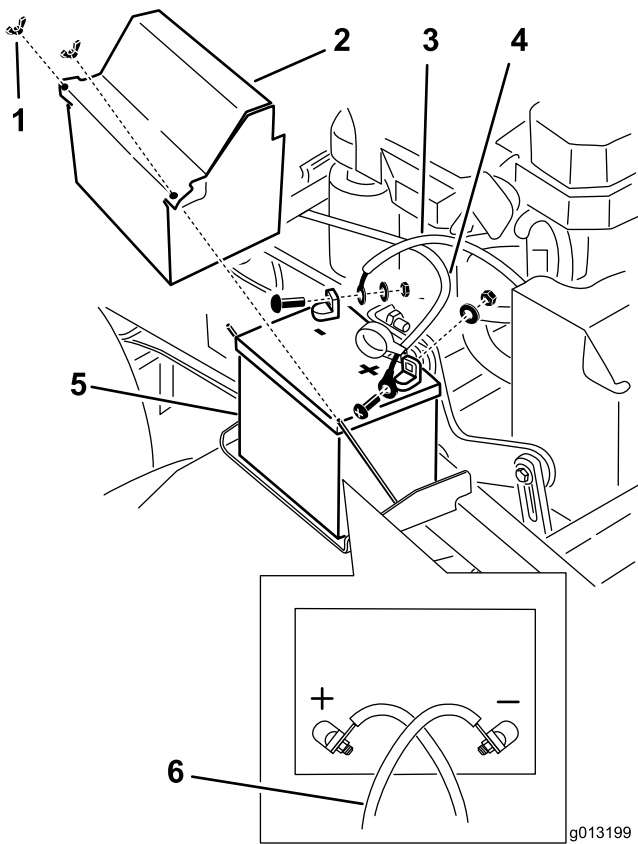

図 53
3. バッテリーのマイナス（-）端子からマイナスバッテリー・ケーブルを外す（図 53）。
4. プラス端子（赤）についている赤いゴムカバーを取り外す。そして、赤いプラス（+）ケーブルを取り外す（図 53）。
5. バッテリー押さえプレートを外し（図 53）、バッテリーを取り出す。
1. バッテリーを車体に載せる（図 53）。
3. まず、バッテリーのプラス（赤）ケーブルをプラス（+）端子に、ナットとワッシャとボルトを使って取り付ける（図 53）。ゴムカバーをかぶせる。
4. 次に、バッテリーのマイナスケーブルとアースワイヤを、マイナス（-）端子に、ナットとワッシャとボルトを使って取り付ける（図 53）。
注 バッテリーケーブルが互いに交差する配置となるのが正しい接続である（図 53）。